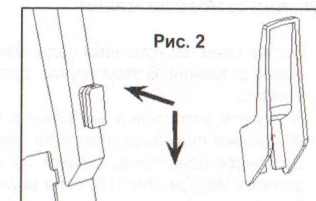

Рис. 2
- Установите крепление пистолета-распылителя в скобу на корпусе мойки до щелчка (См. Рис.2).